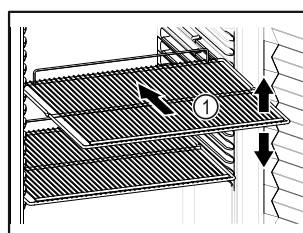

Fig. 88 Beispielhafte Darstellung
- ❑ Wenn Abstellroste *Fig. 88 (1)* versetzbar sind, je nach Höhe anpassen.